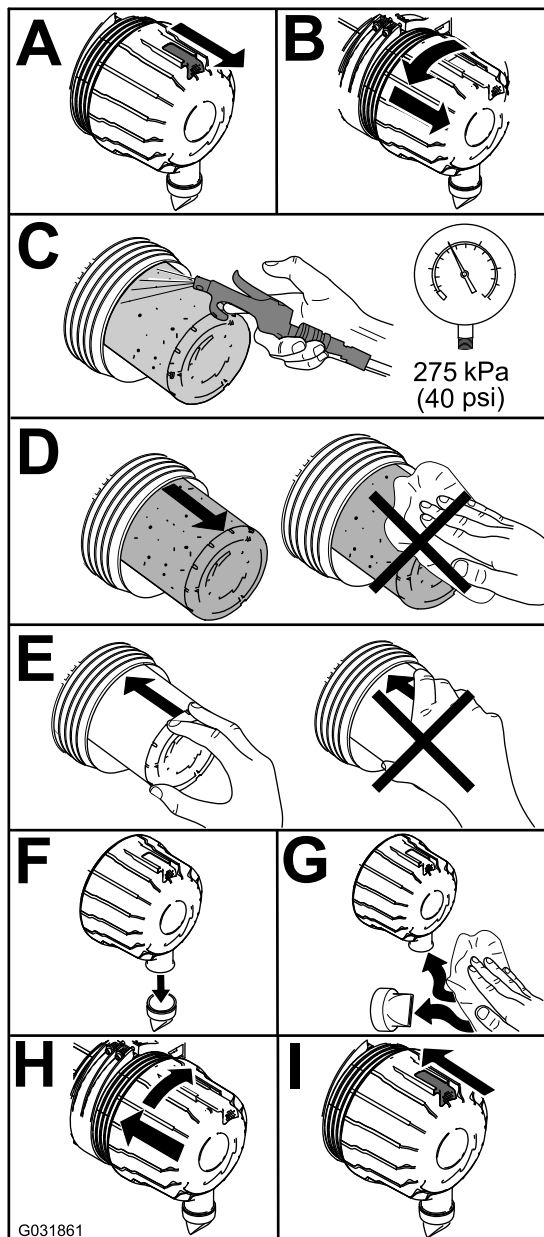

Bild 91
1. Tauschen Sie den Luftfilter aus (Bild 91).